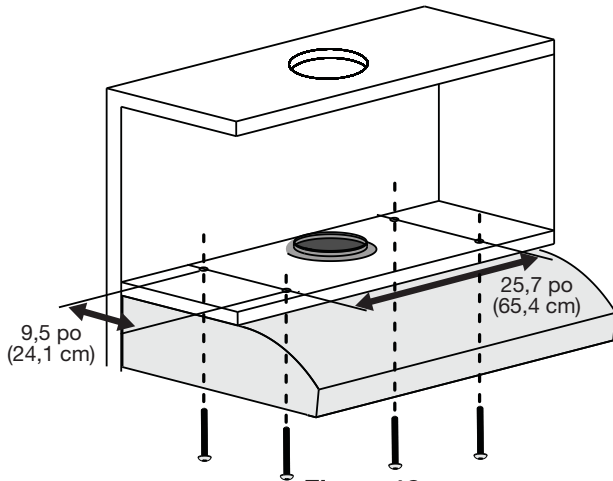

Figure 18
- Marquer la position de montage ou y percer quatre petits trous selon l'espace et les dimensions indiqués dans les schémas ci-dessous (Figure 18 ou 20).
- Les schémas ci-dessous illustrent les dimensions de montage du conduit de 75 cm (30 po) (Figure 18 ou 20).